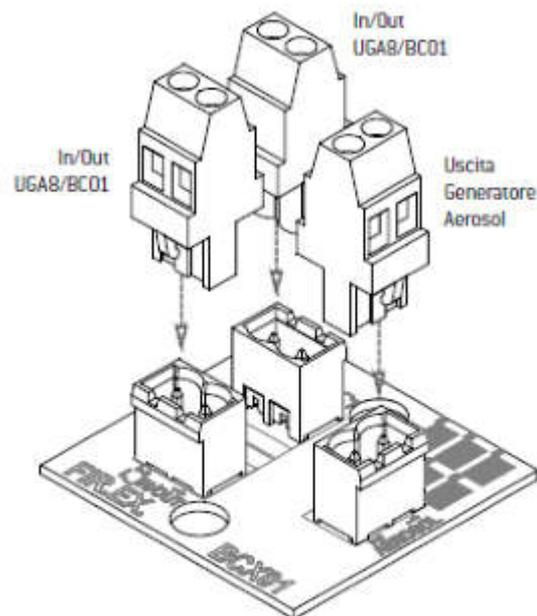

fig. 1: Vista assometrica scheda elettronica
- La scheda elettronica è dotata di morsetti estraibili per facilitare le operazioni di installazione (vedi fig. 1).